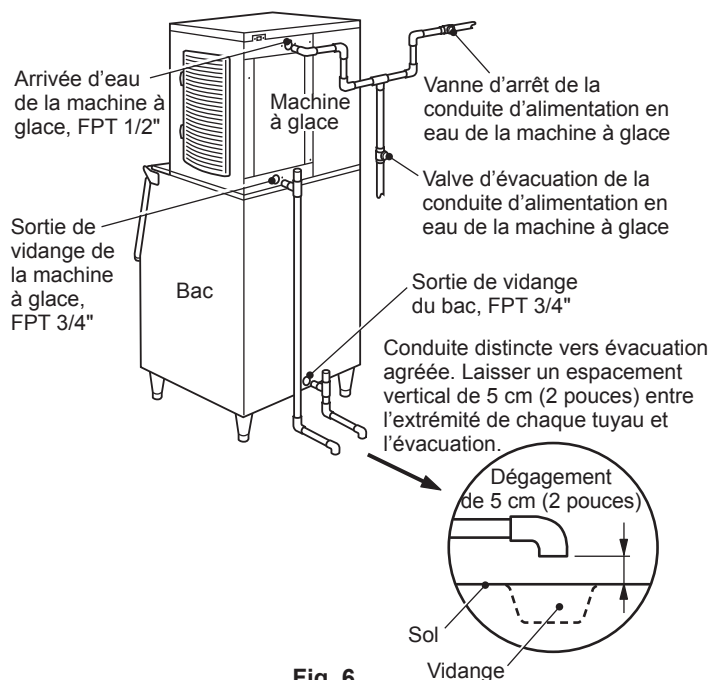

Fig. 6
* Un raccord en T à évent est nécessaire au flux de vidange correct. Voir fig. 6.
* La conduite de vidange de la machine à glace doit être distincte de la conduite de vidange de l'appareil de distribution/du bac de stockage. Voir fig. 6.